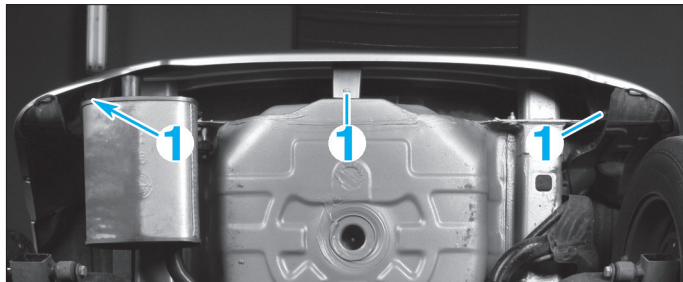

FIG. 112
- Déposer les vis inférieures (1) (Fig.112).